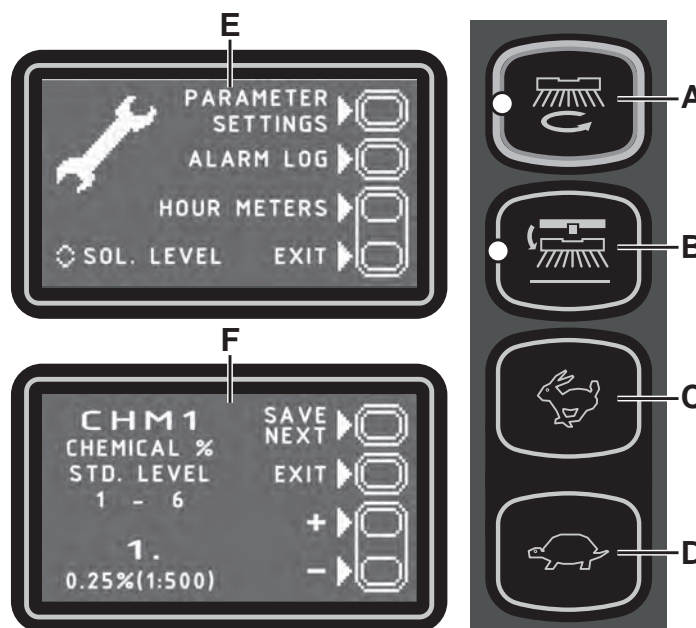

Рис. 8
Главное меню (E, Рис. 8)
Меню настроек машины (F, Рис. 8)
Данная функция позволяет просматривать сохраненные сигналы машины и предназначена для устранения проблем с машиной при поддержке Сервисного центра Nilfisk. Для возврата в главное меню (E, Рис. 8) несколько раз нажмите кнопку (A).
Для возврата в главное меню (E, Рис. 8) нажмите кнопку (A).